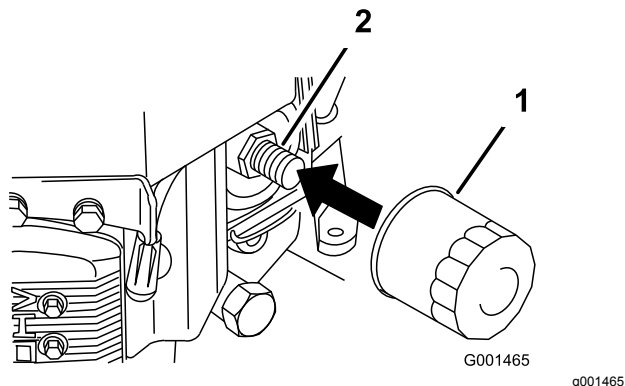

Рисунок 28
2. Снимите старый фильтр (Рисунок 28).
3. Нанесите тонкий слой свежего масла на резиновую прокладку нового фильтра (Рисунок 28).
4. Установите новый масляный фильтр на переходник фильтра и поворачивайте его по часовой стрелке до контакта резиновой прокладки с переходником фильтра, после чего затяните фильтр, повернув его еще на 3/4 оборота (Рисунок 28).